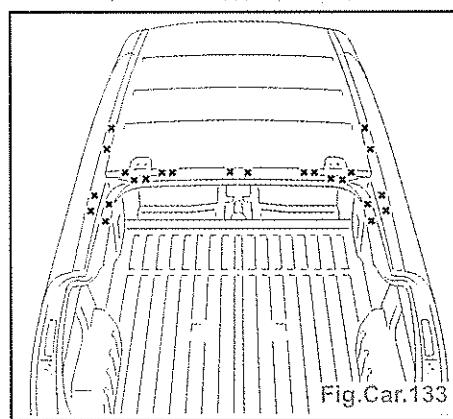

Fig.Car.133
- Découper par fraisage des points (Fig. Car.133).